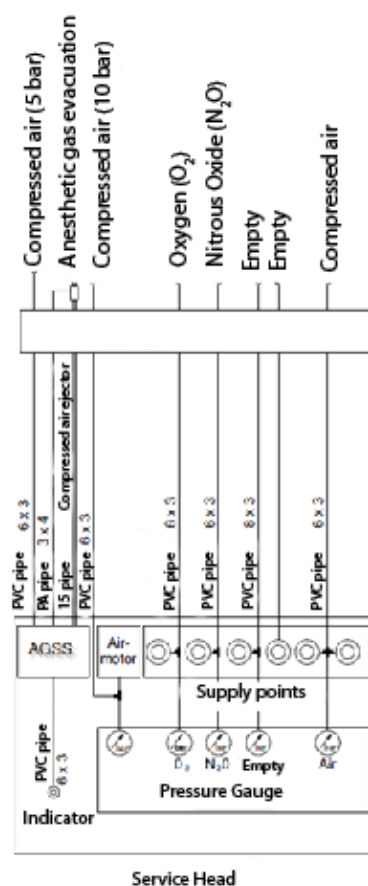

Fig. 23 Exemple de raccordement des tuyaux de gaz et des systèmes d'évacuation des gaz d'anesthésie
- Veillez à ce que les câbles, les tuyaux et les conduits soient affectés aux points de sortie d'alimentation corrects. Voir le schéma de la figure 23.